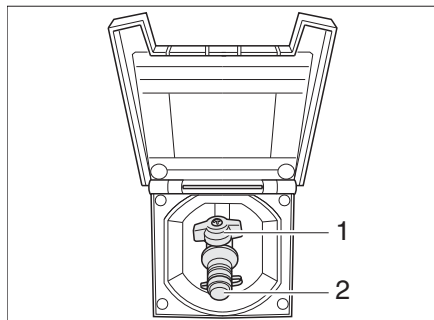

Bild 209 Extern gasanslutning, gasavstängningsventilen stängd
Den externa gasanslutningen (Bild 209) befinner sig på höger fordonssida. I undantagsfall befinner sig den externa gasanslutningen även på vänster fordonssida eller baktill.
- Anslut den externa gasapparaten till anslutningar (Bild 209,2).
- Öppna gasavstängningsventilen (Bild 209,1).